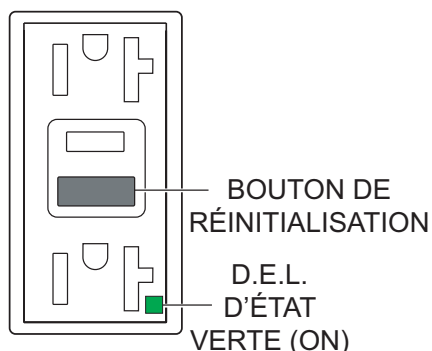

Figure 78. Réceptacle GFCI (ON/Restauration)
- Appuyez sur le **bouton RESET** (Figure 78) pour rétablir l'alimentation de la prise GFCI et vérifier que le voyant d'état est **ALLUMÉ (VERT)**.